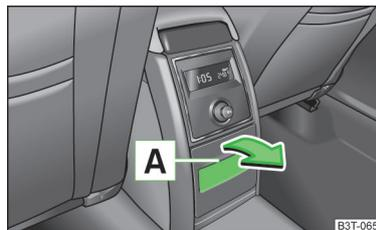

Abb. 80
- Den Aschenbecher öffnen » Abb. 80 auf Seite 82.
› Am Oberteil der Vertiefung **A** » Abb. 80 ziehen und das Fach in Pfeilrichtung aufklappen.